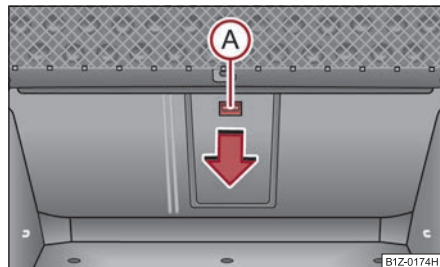

Fig. 131 Maletero: Tecla de desbloqueo
- Empuje la tecla de desbloqueo (A) hacia abajo ⇒ fig. 131 y abatla la tapa (con apoyabrazos) hacia delante.
- Abatir la tapa y el apoyabrazos hacia arriba hasta el tope - la tapa deberá encastrar de forma audible. Esto lo reconocerá en que, desde el compartimento de pasajeros, ya no se verá la zona roja encima de la tecla de desbloqueo (A) ⇒ fig. 131.